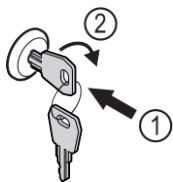

Fig. 72 Beispielhafte Darstellung
- Schlüssel hineindrücken Fig. 72 (1).
- Schlüssel um 90° im Uhrzeigersinn drehen Fig. 72 (2).